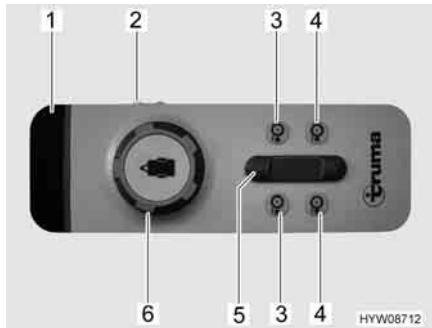

Fig. 15 Telecomando
Il veicolo viene comandato tramite un pomello girevole e un regolatore a scorrimento posizionati sul telecomando (Fig. 15). La seguente tabella descrive la funzione dei singoli elementi di comando/indicazione:
- Spostare l'interruttore a scorrimento (Fig. 15,2) del telecomando su "ON". Il LED verde 4 (Fig. 15,1) lampeggiava per circa 5 secondi, quindi rimane acceso. Il sistema di manovra è ora pronto all'uso.
- Su entrambi i lati, avvicinare i rulli di trasmissione alle ruote, premendo contemporaneamente gli appositi tasti (Fig. 15,4) per circa 3 secondi.
- Spostare il veicolo nella posizione desiderata tramite il pomello girevole (Fig. 15,6) e il regolatore a scorrimento (Fig. 15,5). Il veicolo viene movimentato e frenato senza problemi.
- Sui due lati, ruotare i rulli di trasmissione retraendoli dai pneumatici. A tale scopo, premere gli appositi tasti (Fig. 15,3) per circa 3 secondi.
- Spostare l'interruttore a scorrimento (Fig. 15,2) del telecomando su "OFF".